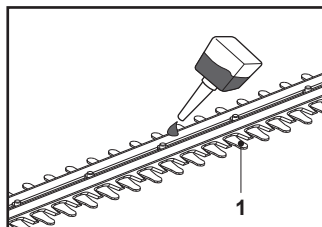

Fig. 10
9. Lubrifique as superfícies internas da lâmina se o dispositivo de corte (lâmina) (1) sobreaquecer durante a utilização (Fig. 10).
1. Mantenha o dispositivo de corte (lâmina) (1) limpo e livre de detritos. Retire as aparas com uma escova.
2. Aplique uma pequena quantidade de lubrificante adequado no dispositivo de corte (lâmina) para manter um bom desempenho de corte (Fig. 10).